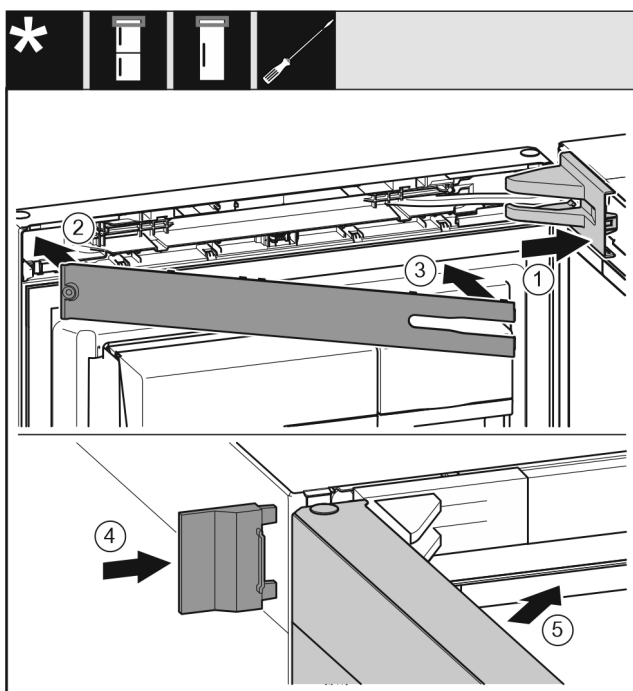

Fig. 44
- Applicare e innestare la copertura del blocco di supporto Fig. 44 (1), eventualmente staccarle l'una dall'altra con cautela.
- Applicare la maschera Fig. 44 (2).
- Ruotare verso l'interno la maschera Fig. 44 (3) e innestarla.
- Applicare la copertura esterna Fig. 44 (4).
- Chiudere la porta superiore Fig. 44 (5).